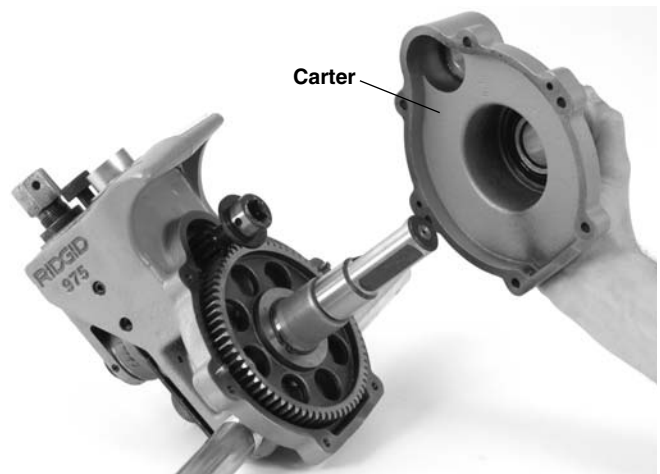

Figure 18 – Retrait du carter
2. Retirez le carter (*Figure 18*).